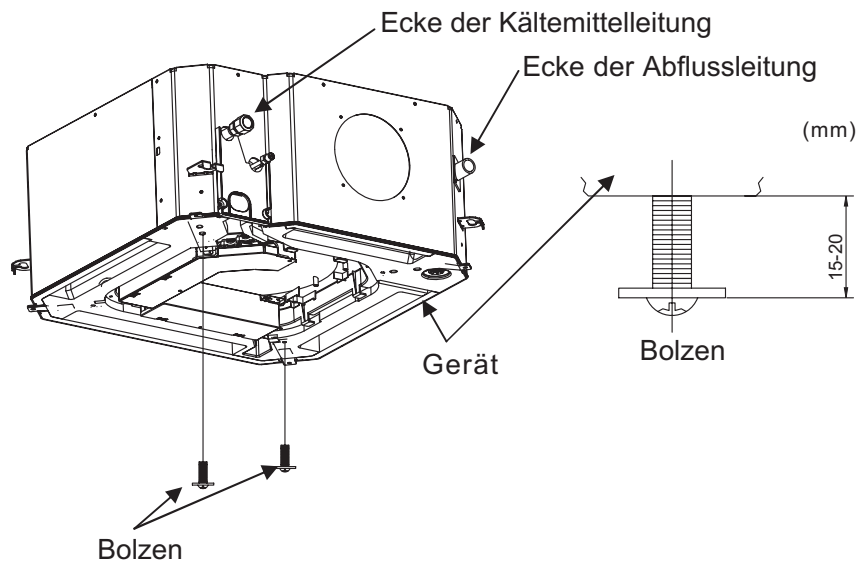

Abb.24
1. Befestigen Sie am Hauptgerät zwei Bolzen (Zubehör) (in der Ecke der Kältemittelleitung und in der gegenüberliegenden Ecke).Detailansicht in Abb. 24. Geben Sie Acht, dass 15-20mm des Bolzens nicht eingeschraubt werden, um das Panel einfacher einhängen zu können.